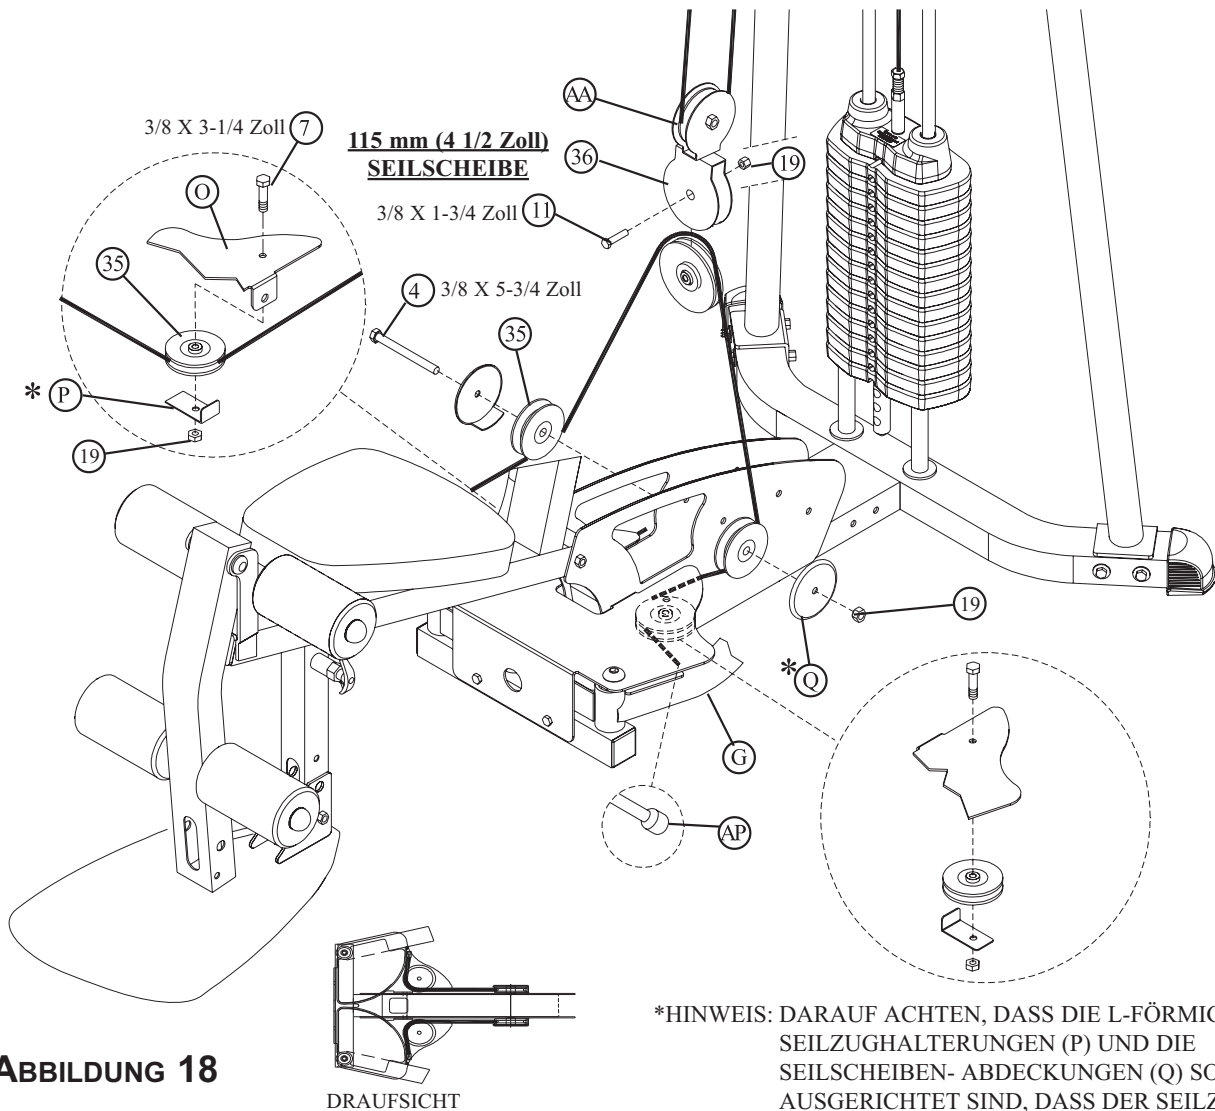

**ABBILDUNG 17**
- Den LAT-SEILZUG (AM) um eine **115 mm (4-1/2 Zoll) SEILSCHEIBE** (36) führen und die SEILSCHEIBE mit einer 3/8 X 3-3/4 Zoll SCHRAUBE (6), einer LANGEN L-FÖRMIGEN SEILZUGHALTERUNG (S), einem 1 Zoll ABSTANDSSTÜCK (24) und einer SILBERNEN 3/8 Zoll SICHERUNGSMUTTER (19) an der LINKEN (D) und RECHTEN (E) AUSLEGERPLATTE befestigen. Siehe ABBILDUNG 17.
- Die beiden KUNSTSTOFFHÜLSEN (34) wie in ABBILDUNG 17 gezeigt mit zwei 3/8 X 3-3/4 Zoll SCHRAUBEN (6) und zwei SILBERNEN 3/8 Zoll SICHERUNGSMUTTERN (19) **FEST** an der LINKEN (D) und RECHTEN (E) AUSLEGERPLATTE anbringen.
- Den LAT-SEILZUG (AM) um eine 89 mm (3-1/2 Zoll) SEILSCHEIBE (35) führen und die PLATTEN DER DOPPELTEN BEWEGLICHEN SEILSCHEIBE (AB) mit einer 3/8 X 1-3/4 Zoll SCHRAUBE (11) und einer SILBERNEN 3/8 Zoll SICHERUNGSMUTTER (19) an der 89 mm (3-1/2 Zoll) SEILSCHEIBE (35) anbringen. Siehe ABBILDUNG 17. **(Hinweis: Darauf achten, dass der Seilzug in den Rillen der Seilscheiben verläuft.)**
- Den LAT-SEILZUG (AM) über zwei 89 mm (3-1/2 Zoll) SEILSCHEIBEN (35) führen und die SEILSCHEIBEN mit zwei 3/8 X 3-3/4 Zoll SCHRAUBEN (6), zwei KURZEN L-FÖRMIGEN SEILZUGHALTERUNGEN (R), zwei 1 Zoll ABSTANDSSTÜCKEN (24) und zwei SILBERNEN 3/8 Zoll SICHERUNGSMUTTERN (19) an der LINKEN (D) und RECHTEN (E) AUSLEGERPLATTE befestigen. Siehe ABBILDUNG 17.
- Das Gewindeende des LAT-SEILZUGS (AM) in das Ende der KOPFPLATTE (AF) schrauben. Siehe ABBILDUNG 17